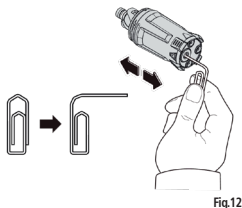

Fig.12
- » Limpe os bicos se total ou parcialmente entupidos. Para isso, desligue a energia e o fornecimento de água, alivie qualquer pressão da mangueira apertando o gatilho 2 a 3 vezes e, em seguida, trave pressionando o botão para travar. Você pode utilizar um clipe de papel desdobrado, insirindo-o no orifício do bico e movendo-o para frente e para trás até que os detritos sejam desalojados (fig.12).